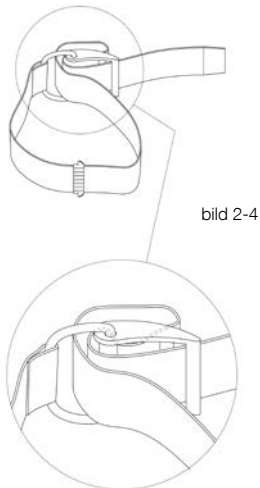

bild 2-4
1. Roterat spännet tills det snäpper till öppen position. För remmen runt plastspännet enligt bilden (bild 2-4), fukta remmen innan du spänner den på plats på flaskan och justera längden (bild 2-7).